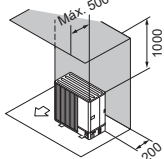

Fig. 2-10
- (2) Obstrução ou superfícies fechadas apenas na parte de trás e por cima (Fig. 2-10)